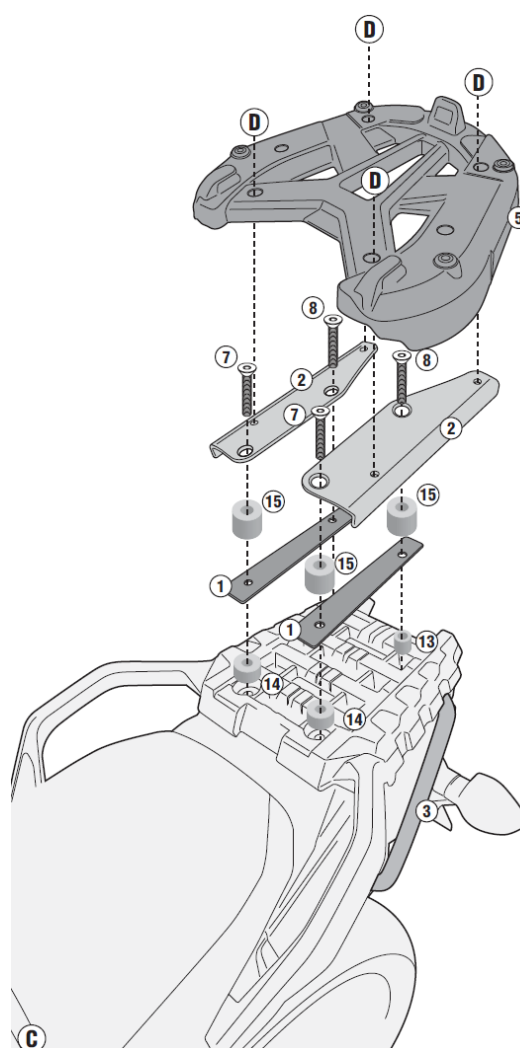

図 3
3. 純正リアキャリア固定ボルト（台座部前側 2 ヶ）を取り外し、内部の純正段付カラー（2 ヶ）の上に⑮スペーサー（2 ヶ）を仮置きします。（図 3 参照）
4. 手順 2 で仮組みした③サポート（左右）の後端を純正リアキャリアの裏側最後端開口穴部にあてがい、上側より⑬スペーサー（2 ヶ）を仮置きします。（図 3 参照）